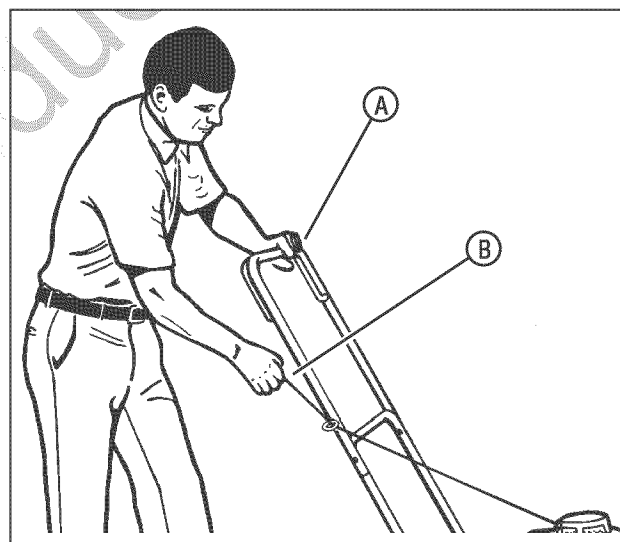

Figura 14: Arranque del motor
6. Párese detrás del cortacésped. Utilice una mano para sostener la palanca de parada del motor en la posición de operación (**A, Figura 14**). Utilice la otra mano para agarrar el mango (**B**) del cable retráctil de arranque.